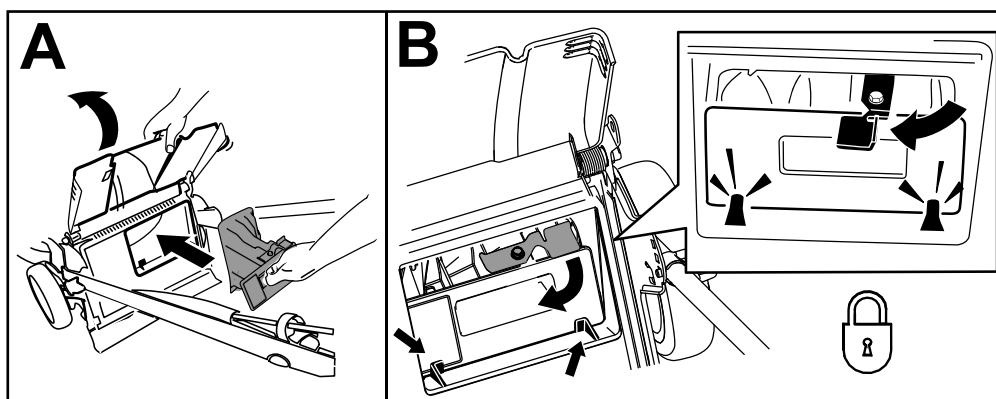

図 25
**重要** 後部プラグがロックされていることを確認してください。プラグをロックするには後部のデフレクタ 図 25 を上げ、プラグがパチンと音を立てて嵌まるまでタブの後ろからしっかり押し付け、プラグのレバーを左に回します 図 25。